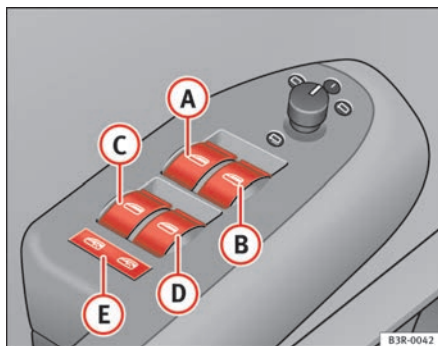

Abb. 78 Ausschnitt aus der Fahrertür: Schalter
- Ⓐ Schalter ⇒ Abb. 78 für das Fenster in der Fahrertür
Mit dem Sicherheitstaster ⇒ Seite 110, Abb. 78  können die Schalter an den hinteren Türen außer Betrieb gesetzt werden. Nur wenn der Schalter hineingedrückt ist, lassen sich die Fenster von den Fondsitzen aus öffnen oder schließen.